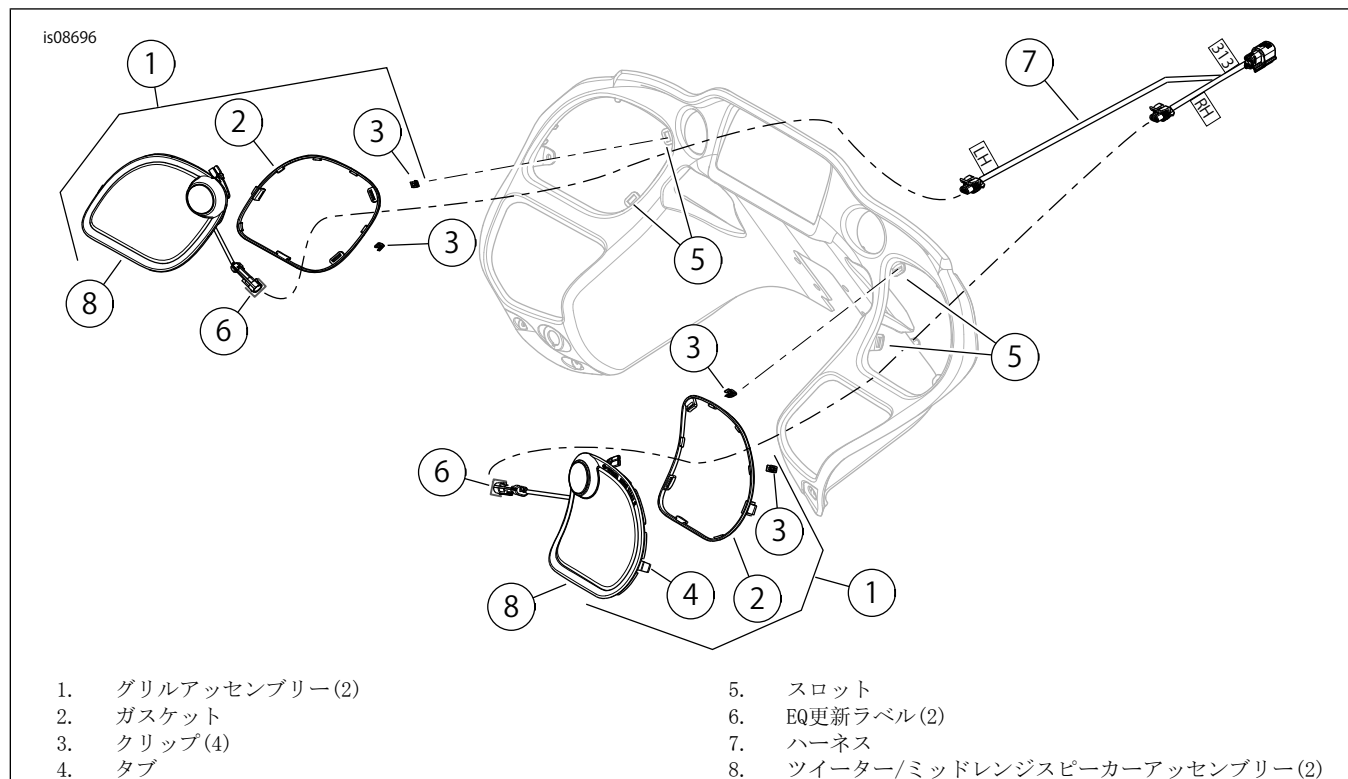

図2。スピーカーツイーター/ミッドレンジおよびグリル
5. 図2を参照してください。グリルアッセンブリー(1)の取り付け:
7. 図2を参照してください。全モデル: ハーネス(7)をインナーフェアリング内に配置します。